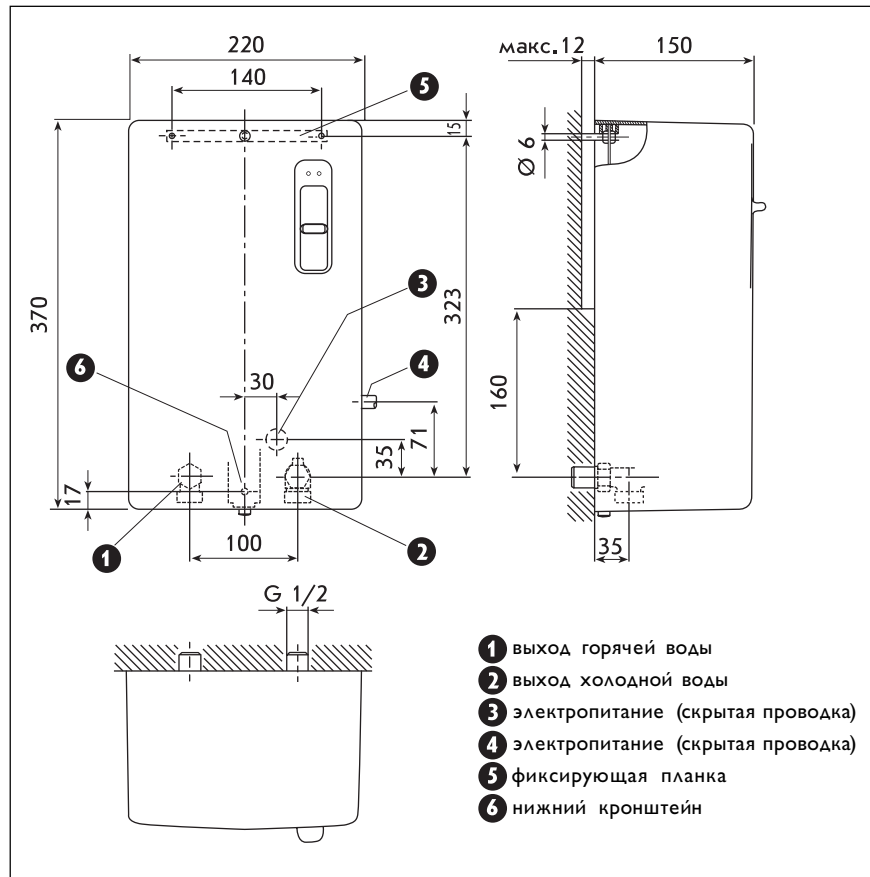

Рис. 2
Прибор типа DNA следует устанавливать в вертикальном положении (согласно рис.2), как можно ближе к точкам предполагаемого водозабора.
Укрепите прибор на стене (см. рис. 2), закрепив как верхнюю, так и нижнюю часть прибора.
- Минимальный безопасный изоляционный промежуток - 3 мм. Размеры подключений - см. рис. 2
- закрепите крепежную планку (см. рис. 2). Используйте шурупы 4,5 x 35 мм.
- укрепите прибор на крепежной планке с помощью шестигранной гайки. При этом возможно появление неровностей, напр. из-за смещения кафельной плитки, не более 12 мм. (см. рис. 2)